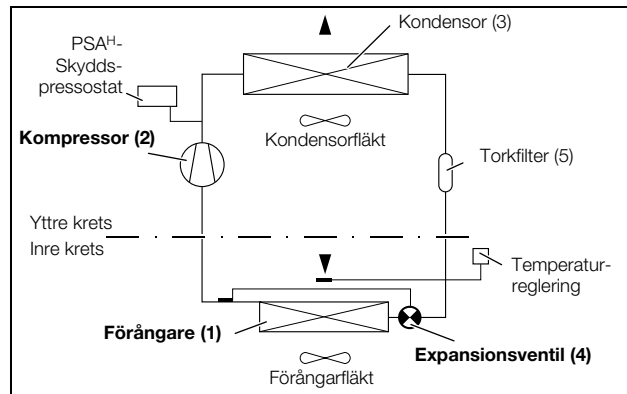

Bild 3: Kylkrets
Kylaggregatet (kompressionskylanläggning) består av fyra huvudkomponenter (jmf. bild 3): förångare (1), köldmediekompressor (2), kondensor (3) och styr- resp. expansionsventil (4), som är förbundna med rörledningar. Denna krets är fylld med köldmediet R134a. Köldmediet R134a ( $\text{CH}_2\text{FCF}_3$ ) är klorfritt. Dess ozonförstörande potential är 0.